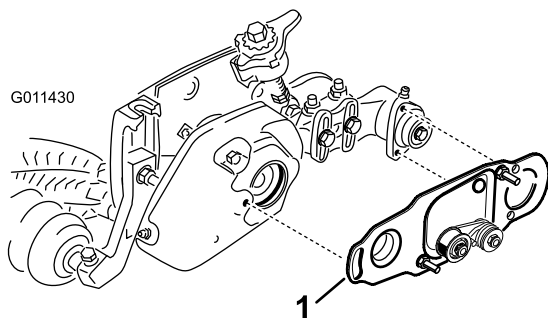

图32
5. 如果安装了滚筒刷，请确保刷子侧板（图32）与滚刀组侧板平行，且完全插入橡皮垫圈。